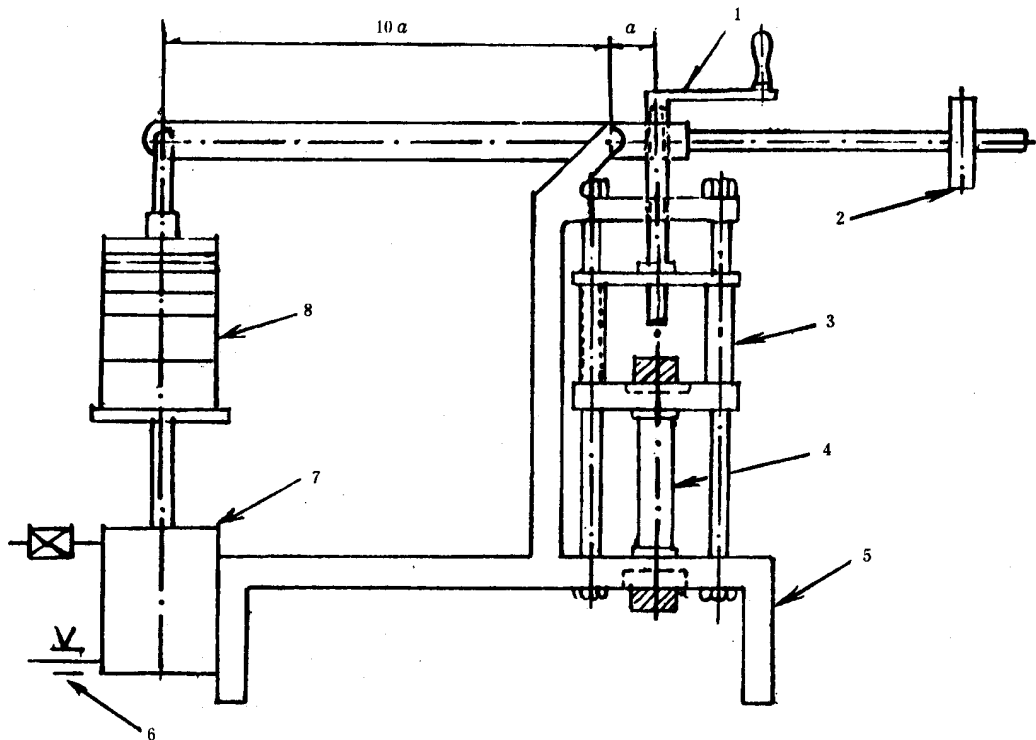

图1 拉力计简图
3.2.1 使用拉力计时,应使试样保持在恒定的纵向拉力下(见图 1)。